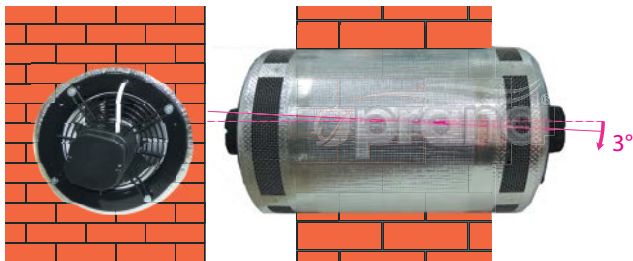

Рис. 1. а) Схема установки рекуператора в стене (фронтальный разрез);
1. Если рабочий модуль предназначен для монтажа в стене, то в верхней части стены, которая граничит с улицей, необходимо сделать сквозное отверстие на улицу диаметром ≥ 350 мм, в который на монтажную пену или другой уплотнитель устанавливается рабочий модуль (рис. 1а). Сквозное отверстие делается под наклоном 3-5 град. в сторону улицы (рис. 1б).